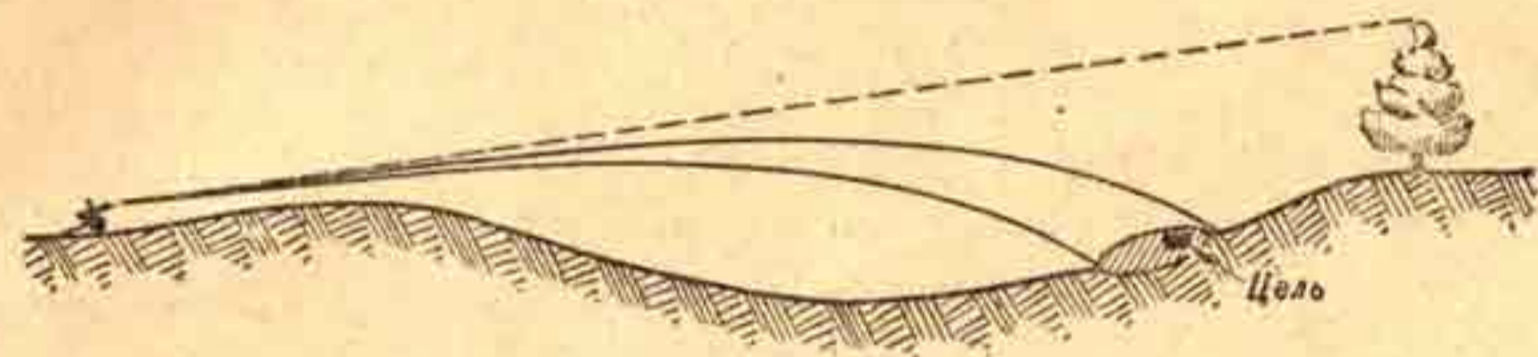

Рис. 121. Пулемет направлен во вспомогательную точку наводки.
**наводки.** Например, наводчик, лежа за пулеметом, видит верхушку дерева, находящегося, примерно, в направлении цели, указанной или выбранной для обстрела (рис. 121). Это дерево можно использовать как вспомогательную точку наводки.